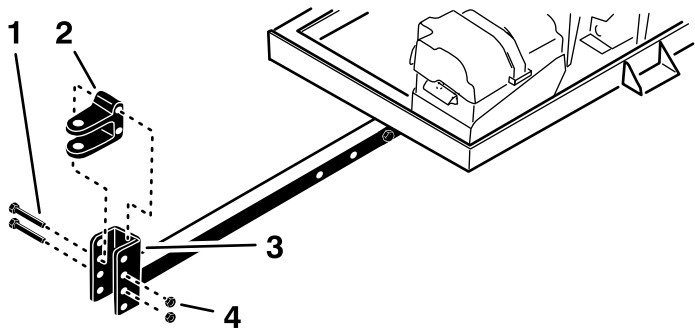

Figura 5
- Retire os 2 parafusos e as 2 porcas de bloqueio que fixam a forquilha de engate (Figura 5) ao tubo de engate.
5. Monte a forquilha de engate ao tubo de engate com os 2 parafusos e as 2 porcas de bloqueio (Figura 5).